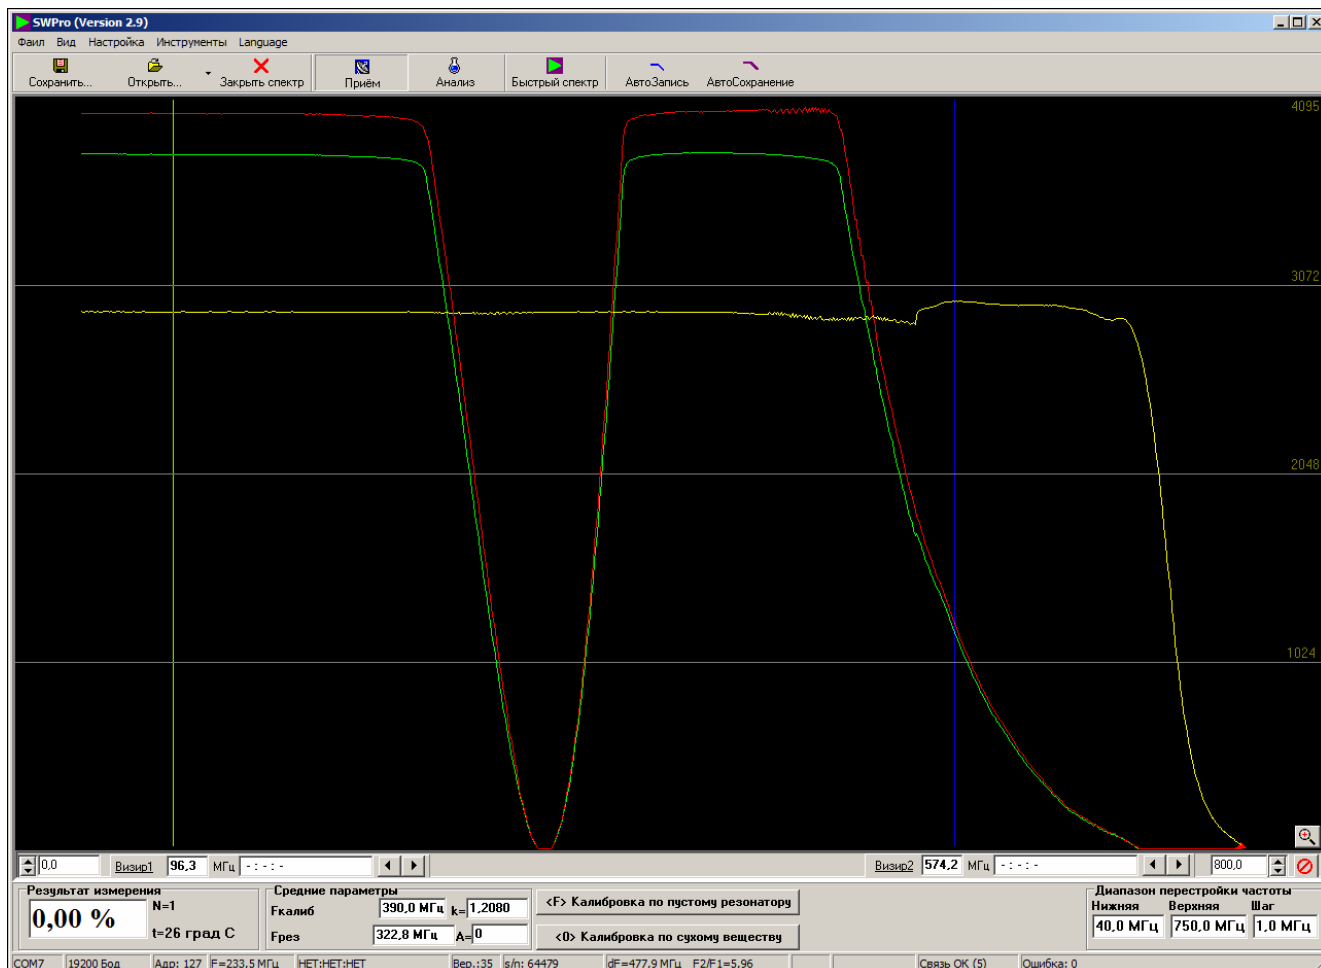

Рис.1
Главное окно программы (см. рис.1) можно разделить на три части. Верхняя часть окна содержит меню и кнопки быстрого доступа для управления влагомером и программным обеспечением. Средняя часть представляет собой поле для прорисовки (отображения) графиков сигналов (спектров). В нижней части отображаются параметры связи и, собственно, данные измерений, полученные от влагомера, и основные параметры настройки влагомера.
В главном окне программы, в левом верхнем углу отображается иконка программы, название (идентификатор программы) «SWPro» и номер версии ПО (см. рис. 1).
1) $U(f_1) \leq U(f_2)$. Это условие означает, что для анализа берётся только тот интервал df , для которого точка графика, соответствующая правому концу интервала, выше или равна точке, соответствующей левому концу (см. рисунок 1).